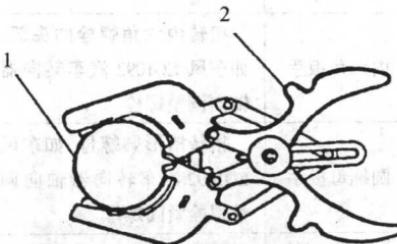

图1-2 活塞环拆装钳
1. 用途 活塞环拆装钳是一种专门用于拆装活塞环的工具,如图1-2。维修发动机时,必须使用活塞环拆装钳拆装活塞环。